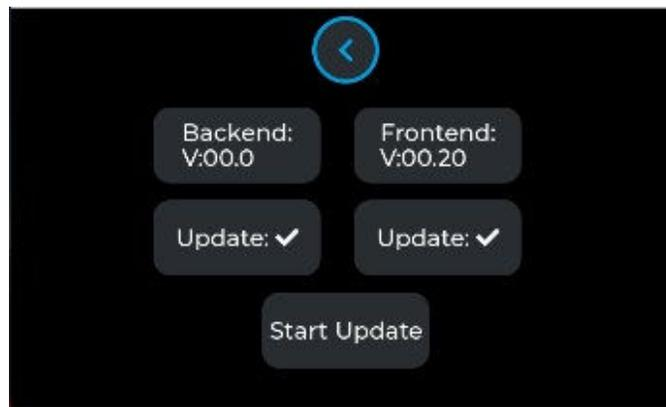

Fig. 6.11 Menú de actualización
- 6) Se abre una ventana de actualización como se muestra en la fig. 6.11. La actualización se puede iniciar con el botón "Start Update". El progreso de la actualización se muestra en forma de porcentaje en la pantalla.